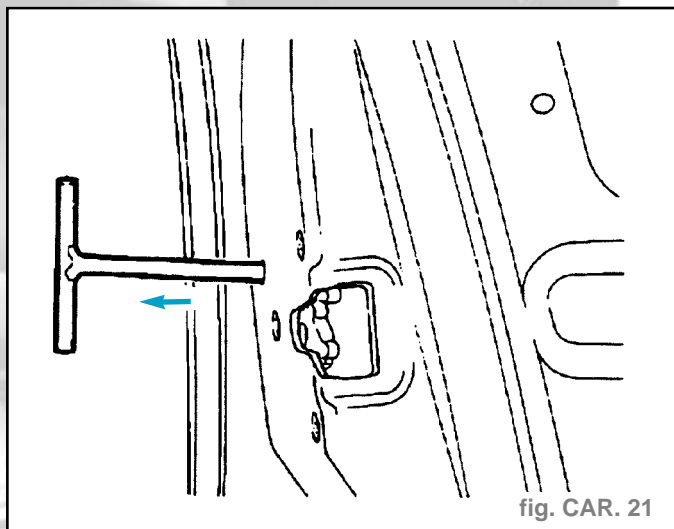

fig. CAR. 21
- Tirer l'ensemble afin de dégager la fourchette du verrou (fig. CAR. 21)